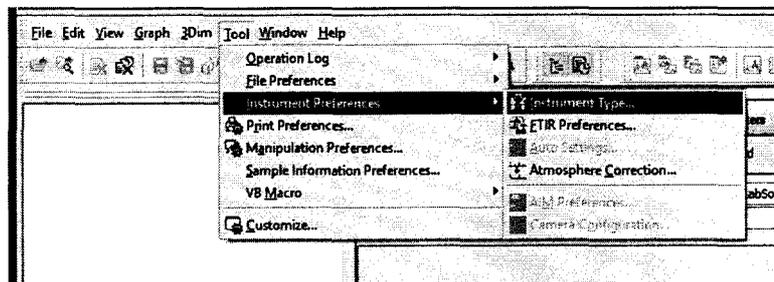

Рисунок 2
7.5 Выбрать [Tool]-[Instrument Preferences]-[Instrument Type] (см. рисунок 2), затем в качестве "Scanning FTIR Module" выбрать "IRSpirit". Кликнуть по кнопке [OK].